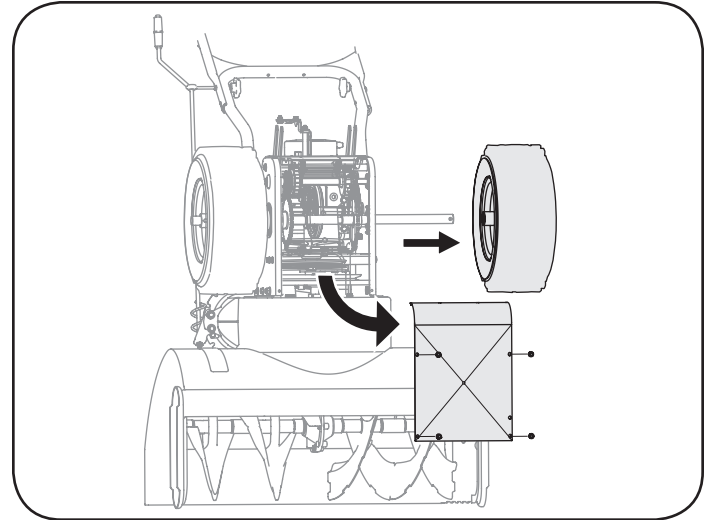

Figura 29
3. Retire los tornillos de la cubierta del cuadro debajo de la máquina quitanieve (consulte la Figura 29). Retire la rueda derecha del eje.